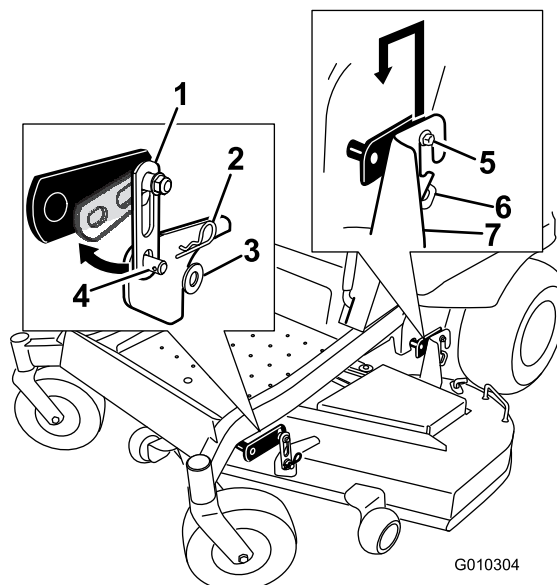

Figure 75
2. Enlevez les fixations des pattes avant de chaque côté du plateau de coupe (Figure 75).
3. Soulevez le plateau de coupe avec précaution pour le dégager des boulons des pattes de fixation arrière et abaissez l'avant du plateau au sol (Figure 75).
5. Soulevez l'arrière du plateau de coupe et guidez les supports sur les boulons des pattes de fixation arrière (Figure 75).
6. Montez le support avant du plateau de coupe sur les pattes de fixation avant et fixez-les avec une rondelle et une goupille fendue (Figure 75).